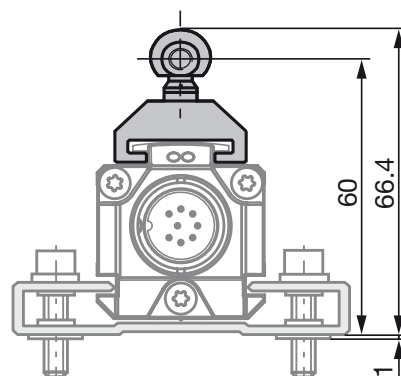
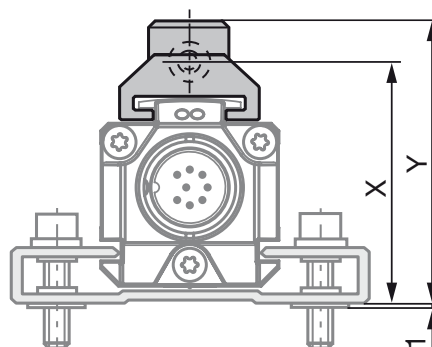
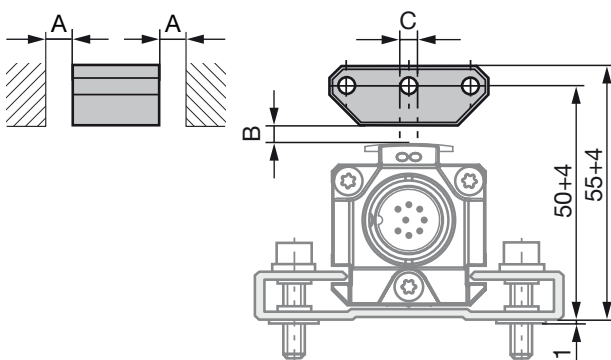
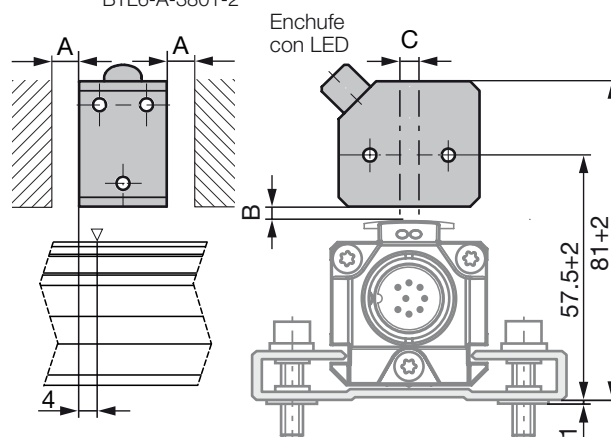

Fig. 4-1: Medidas y distancias con el sensor de posición BTL5-F-2814-1S
Fig. 4-3: Medidas y distancias con el sensor de posición BTL5-M/N-2814-1S
Fig. 4-4: Medidas y distancias con el sensor de posición BTL5-P-3800-2
Fig. 4-8: Medidas y distancias con el sensor de posición BTL5-P-4500-1 con generación eléctrica del campo magnético (24 V/100 mA)
i El transductor de desplazamiento Micropulse en construcción perfilada es apto tanto para sensores de posición libres, es decir, de funcionamiento sin contacto (véase de la Fig. 4-4 a la Fig. 4-8) como también para sensores de posición guiados (véase de la Fig. 4-1 a la Fig. 4-3).
- La distancia A entre el sensor de posición y las piezas de material imantable debe ser de como mínimo 10 mm (véase de la Fig. 4-4 a la Fig. 4-8).
- Para la distancia B entre el sensor de posición y el transductor de desplazamiento y para el desplazamiento de centros C (véase de la Fig. 4-4 a la Fig. 4-8) se deben respetar los siguientes valores:
i La zona medible se desplaza 4 mm en la dirección del conector del transductor de desplazamiento (véase la Fig. 4-8).